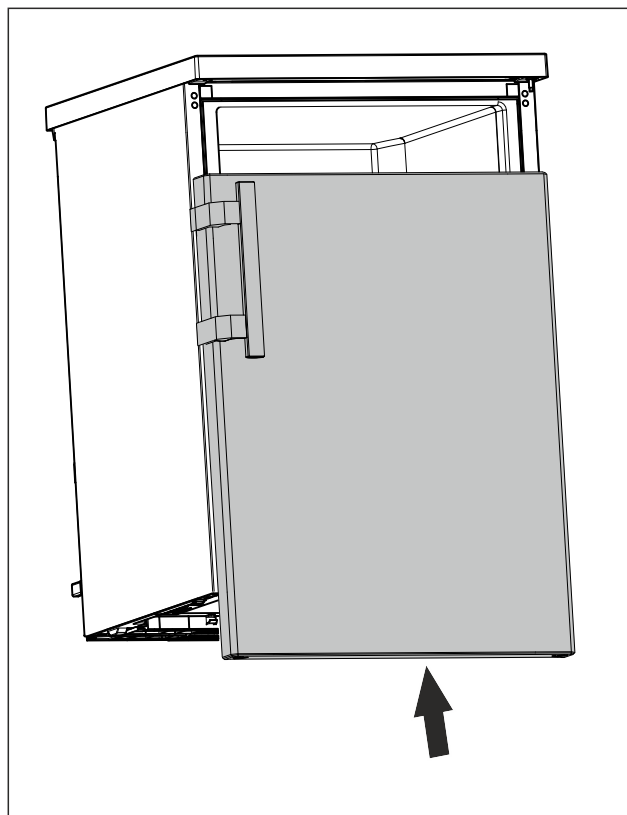

Fig. 24
- Pousser la porte fermée sur l'axe supérieur. (voir Fig. 24)